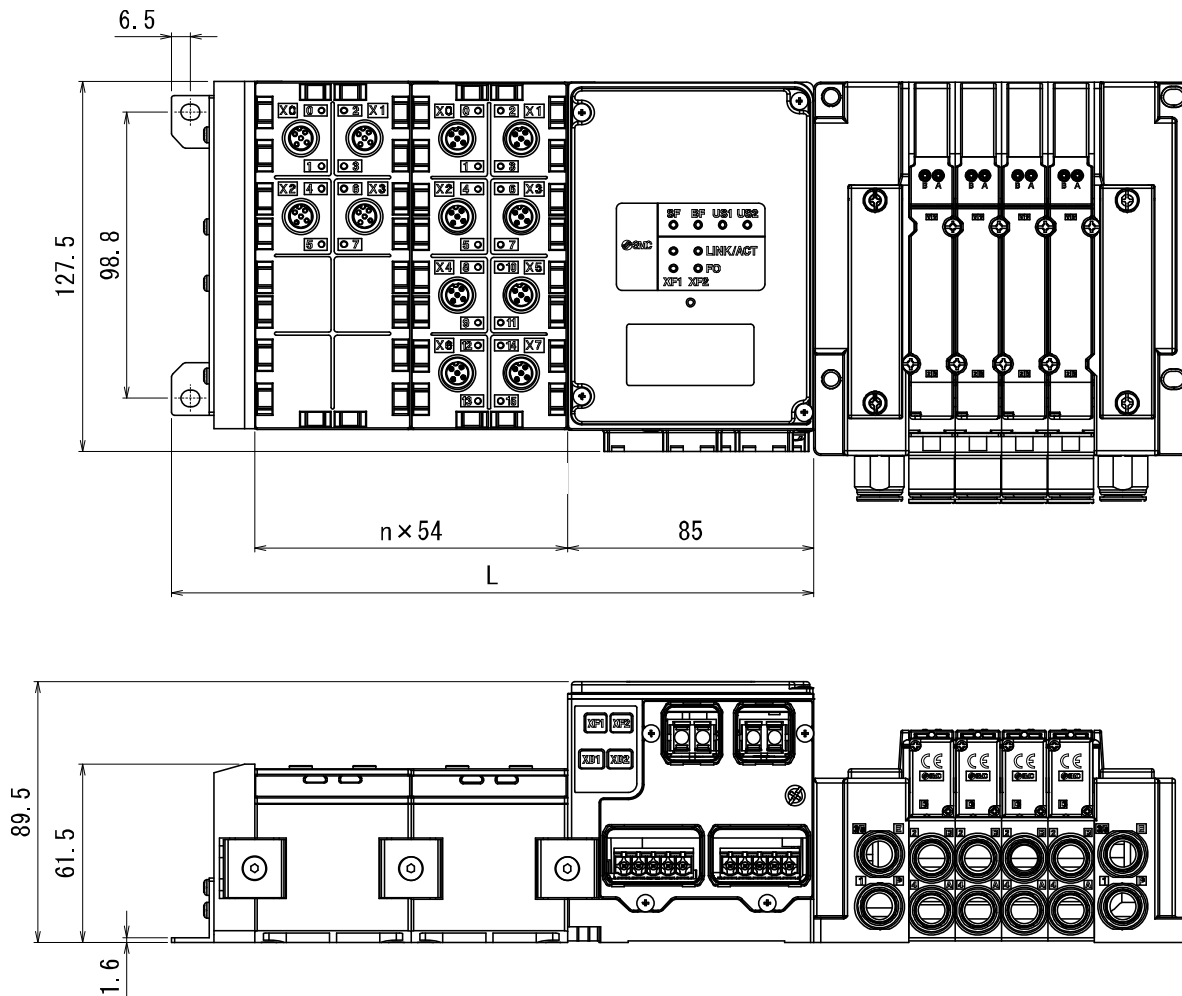

図. 12-1 入出力モジュールマニホールド寸法
- ・ 図. 12-1 はエンドプレート EX245-EA2-1 を使用したときの図です。